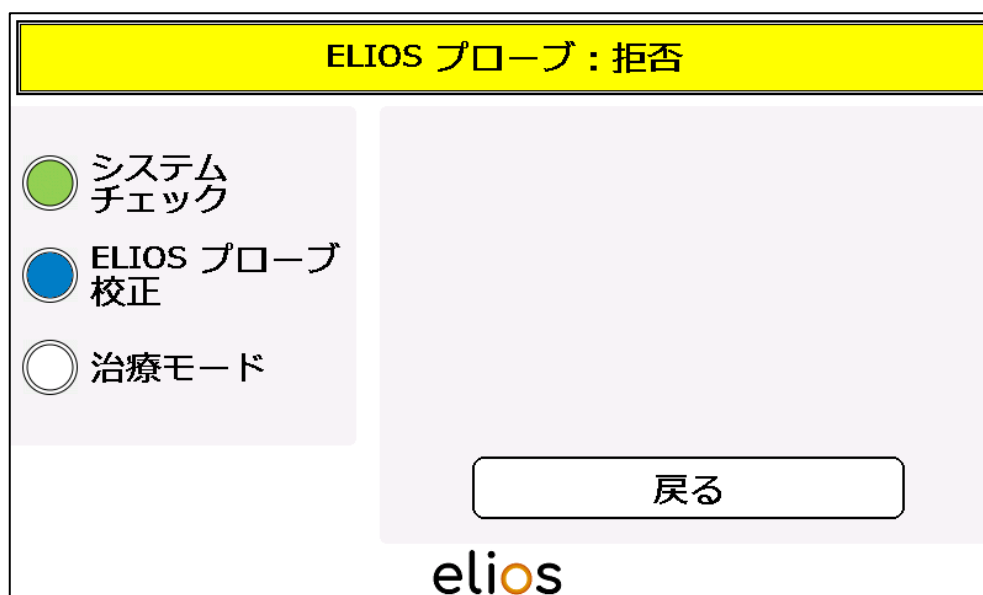

図 4-8 : ファイバー認識 - ELIOS PROBE: REJECTED
- 本ソフトウェアは、すでに使用済みまたは再滅菌されたファイバーを認識し、その使用を防止します。ヘッダーに「**ELIOS PROBE: REJECTED**」と表示され、プログラムを継続することはできません(図 4-8)。
- 「**BACK**」 (図 4-8) 「BACK」を押すと、前のメニューに戻ります。